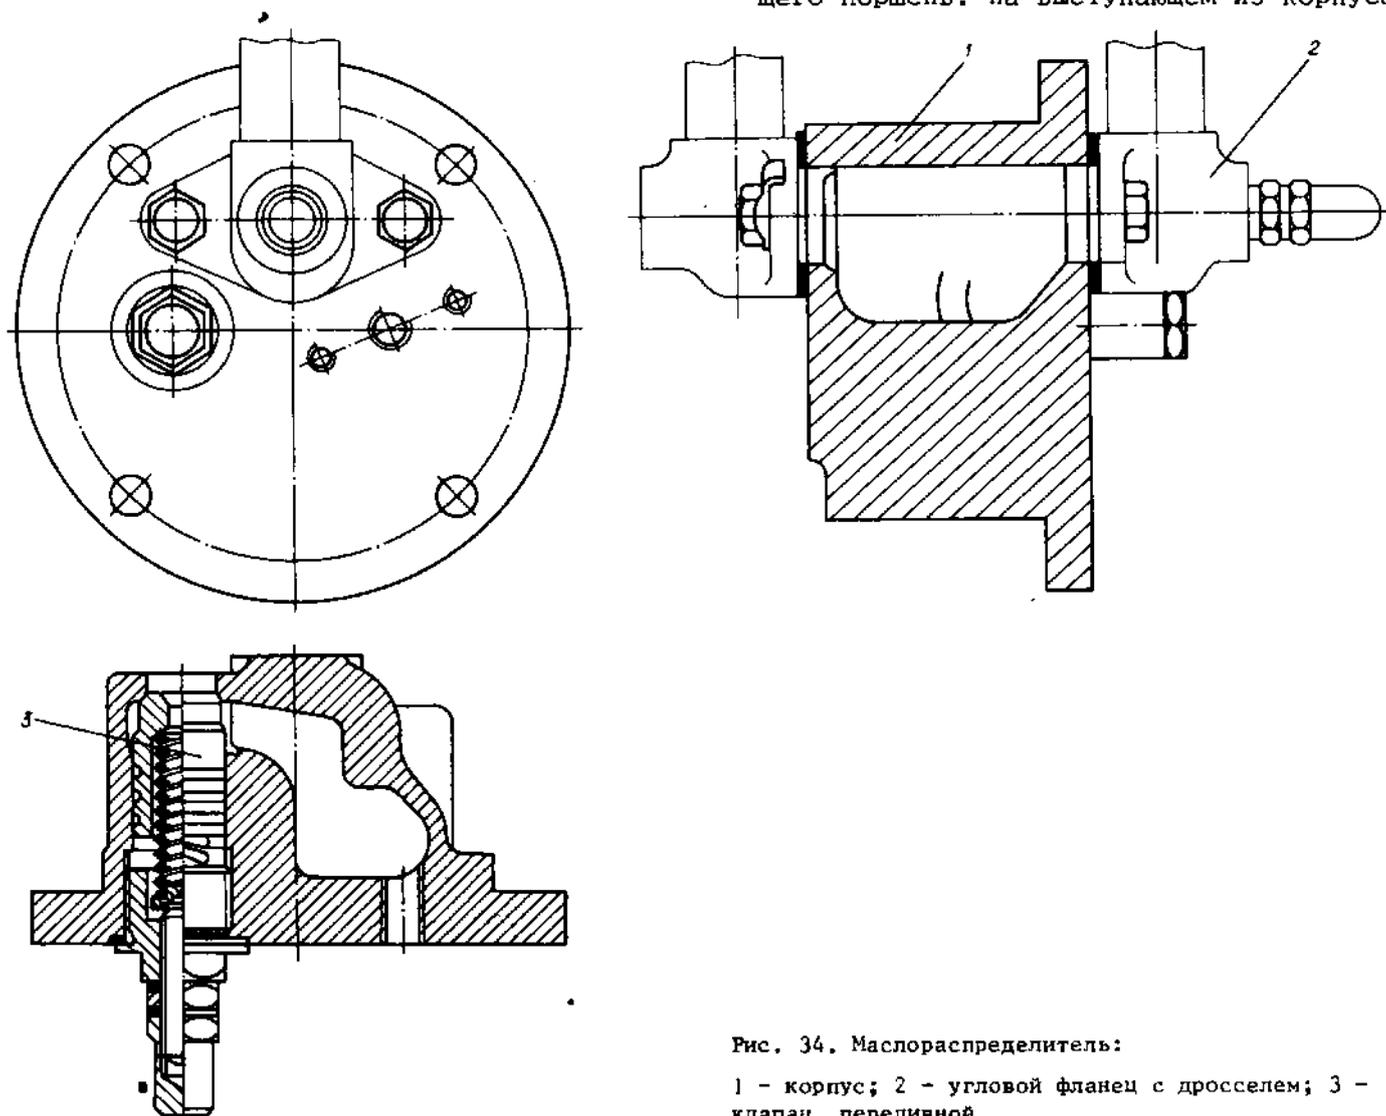

Рис. 34. Маслораспределитель:
**Маслораспределитель** /рис. 34/ устанавливается в передней части фундаментной рамы на боковой стенке со стороны всасывания. Он состоит из корпуса 1, углового фланца, в котором монтируется регулируемый дроссель 2, переливного клапана 3 с устройством для регулировки давления масла.